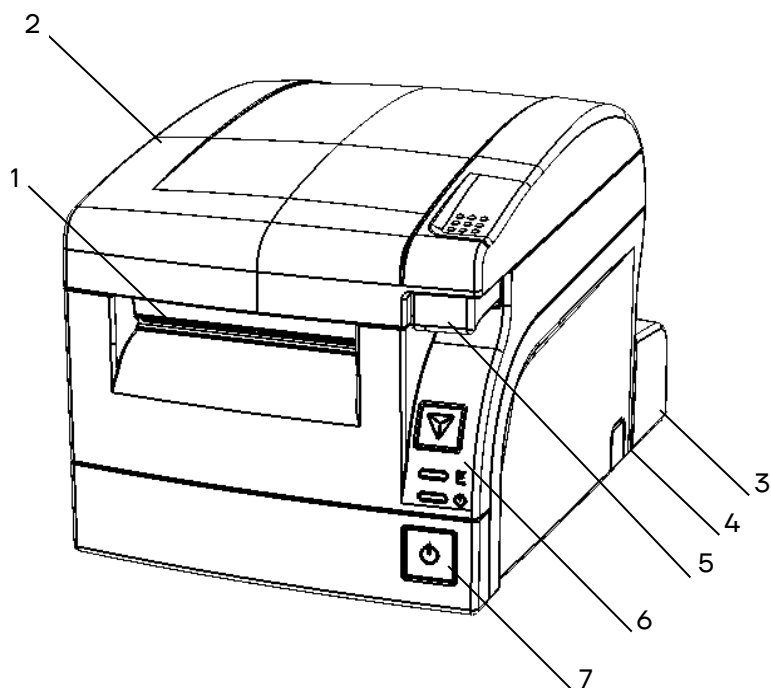

Рисунок 1. Внешний вид изделия
- 3** Разъем для подключения блока питания 24 В постоянного тока. Разъем (вилка) блока питания изделия имеет фиксатор, предотвращающий его случайное отсоединение. Перед отключением вилки блока питания отключить питание изделия, нажав на кнопку включения/выключения (см. рисунок 1 на странице 7). Затем взять за корпус вилки и плавно вытянуть его из разъема. При этом внешняя часть корпуса вилки сместится относительно внутренней и освободит фиксатор. Только после этого, продолжая аккуратно тянуть, отсоединить вилку блока питания от изделия.